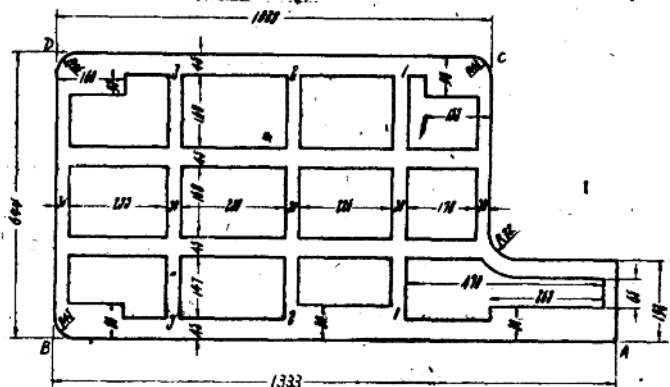

图 6
①置木框(參照图6)于机头框底板安裝机座上, 根据前側、內側鑄校正木框位置后, 用鉛笔將木框投影描于机座上。